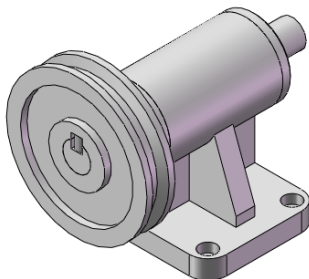
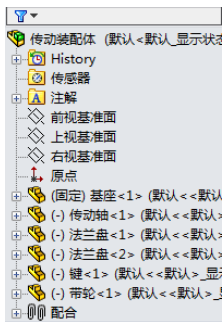
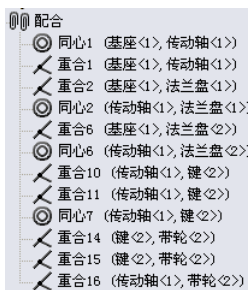

图 7-143 完整的装配体
图 7-144 装配体的“FeatureManager 设计树”
图 7-145 装配体配合列表
**05** 设置视图方向。单击“标准视图”工具栏中的“等轴测”图标, 将视图以等轴测方向显示，结果如图 7-143 所示。装配体装配完毕，装配体的“FeatureManager 设计树”如图 7-144 所示，配合关系如图 7-145 所示。